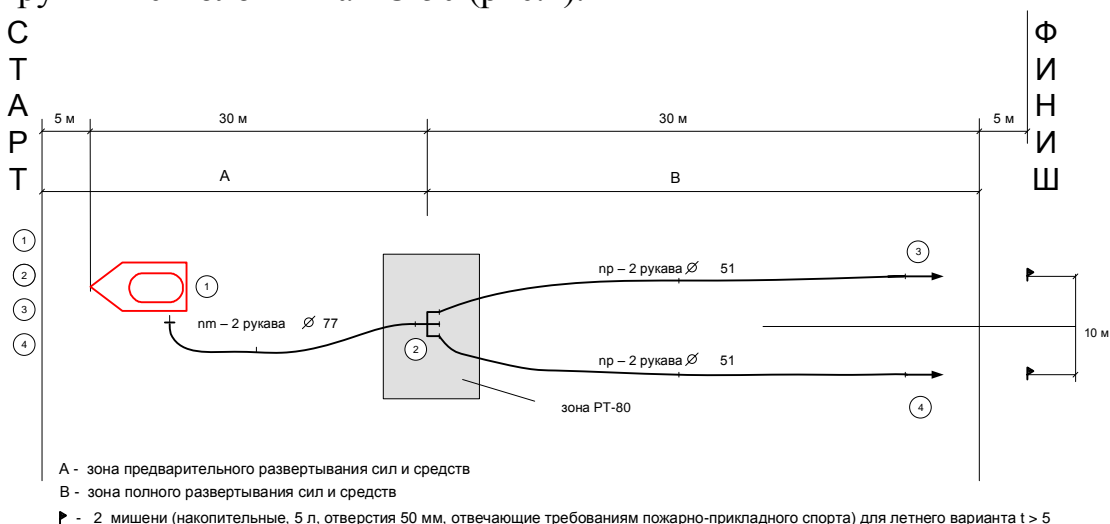

Рисунок 1 Схема развертывания сил и средств
Практическая часть состоит из выполнения задания на время – развертывание сил и средств отделения на пожарной автоцистерне с подачей двух ручных стволов типа РС-50 (рис.1).
- Предварительное развертывание сил и средств от автоцистерны: прокладка магистральной линии на два рукава (диаметром 77 мм) от напорного патрубка автоцистерны до разветвления, установленного на отметке в зоне от стартовой линии 32,5-37,5 метров (рис.1), сосредоточение у разветвления ПТО: четыре пожарных рукава (диаметром 51 мм) и двух стволов РС-50;